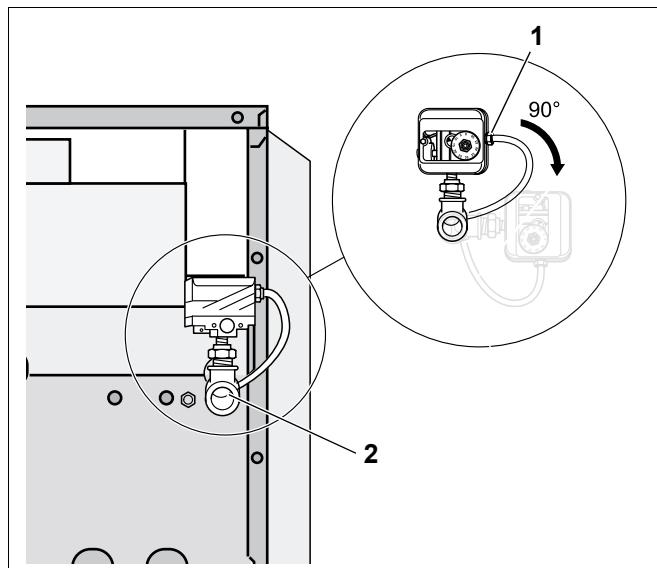

Рис. 23 Подключение газа
- Без натяжения подключить газопровод к газовому вводу котла (рис. 23, поз. 2).
- Установить поставляемый прибор контроля давления газа (рис. 23, поз. 1) непосредственно на штуцер отопительного котла для подключения газа (рис. 23, поз. 2) вместе с переходником, который также входит в поставку. Прибор контроля давления газа должен при этом смотреть наверх или наружу.